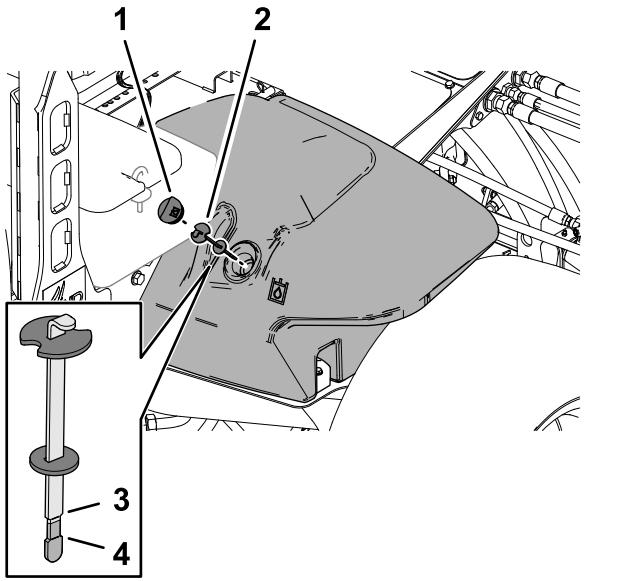

Bild 151
2. Reinigen Sie den Bereich um den Füllstutzen und den Deckel des Hydraulikbehälters (Bild 151).